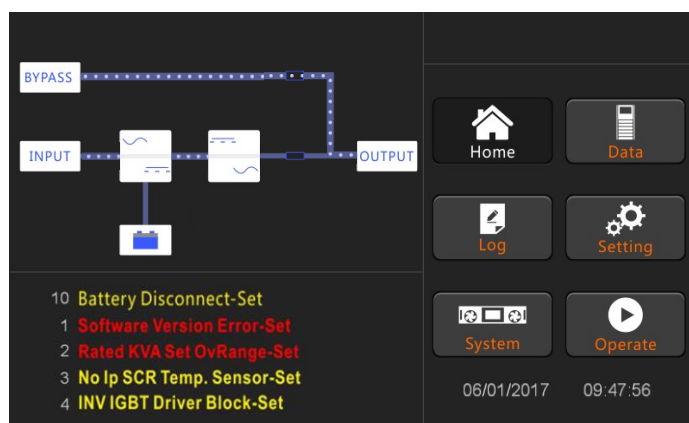

Рис.4-3 Интерфейс при запуске инвертора
6. После включения статического переключателя байпаса запускается инвертор, и мигает полоса индикатора инвертора, как показано на рис.4-3.